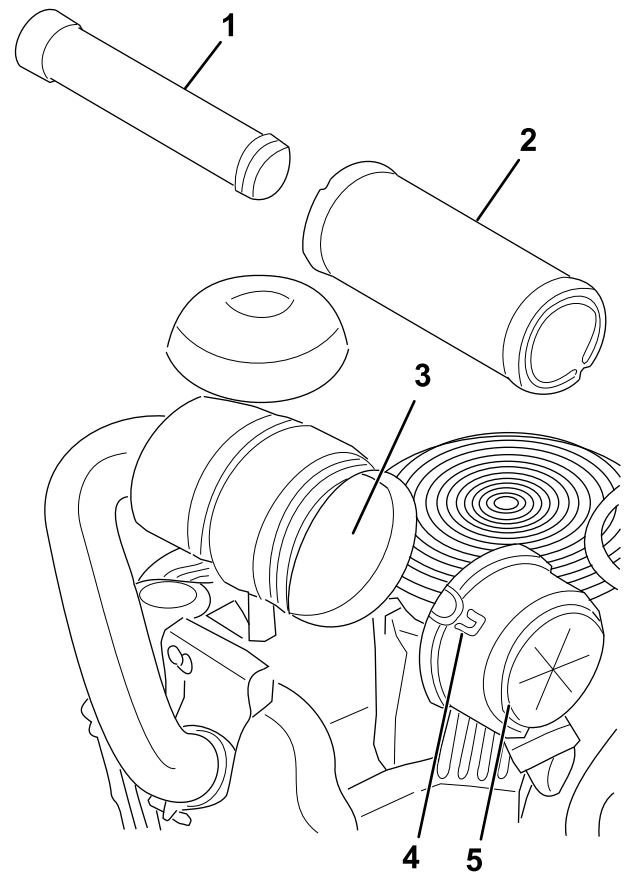

Figure 35
3. Ouvrez les dispositifs de verrouillage du filtre à air et détachez le couvercle du boîtier du filtre (Figure 35).
5. Sortez le préfiltre du boîtier du filtre avec précaution (Figure 35).